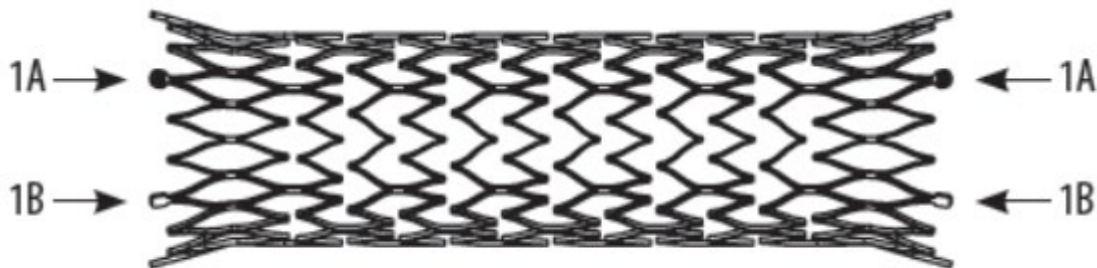

Figura 2: Stent venoso VENOVO™
- Un stent de aleación de nitinol (níquel-titanio) autoexpansible e implantable (figura 2). El stent es una prótesis de malla tubular flexible que logra su diámetro sin restricción cuando se coloca en el vaso tratado. Tras su colocación, el stent ejerce una fuerza radial hacia afuera en la superficie luminal del vaso para mostrar su permeabilidad. El stent tiene un total de 12 marcadores localizados en los extremos del stent, seis en cada extremo. Tres de los marcadores de cada extremo son marcadores radiopacos de tantalio (1A) y los otros tres están hechos de nitinol (níquel-titanio) (1B).